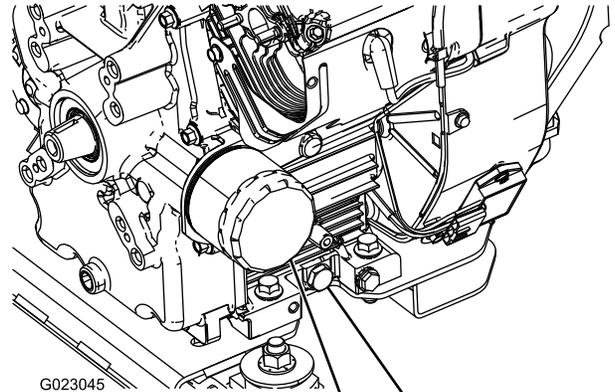

Рисунок 43
5. Снимите маслосливную пробку (Рисунок 43).
2. Снимите масляный фильтр (Рисунок 43).
резиновой прокладки с переходником фильтра, после этого затяните фильтр, повернув его еще на пол-оборота (Рисунок 43).